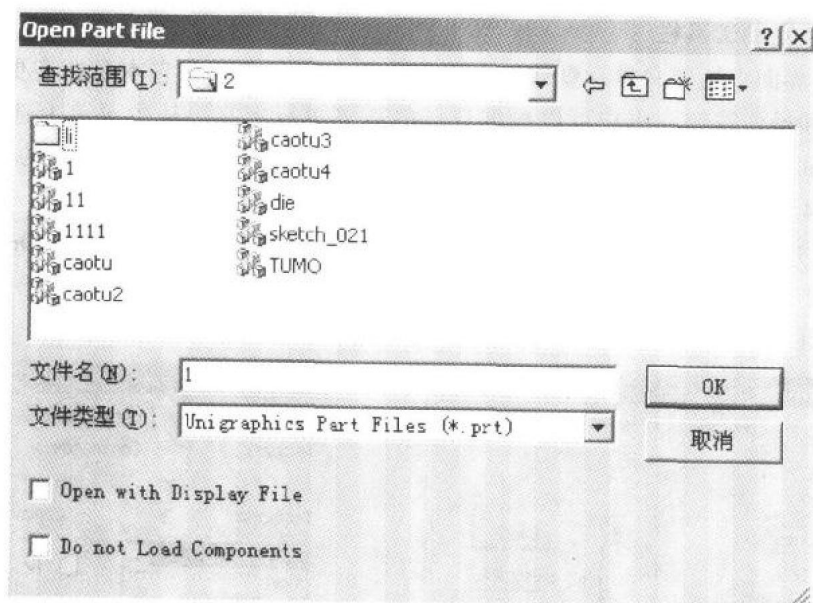

图 1-6 文件打开对话框
1) 从主菜单上选择 File→Open, 或直接点击图标, 弹出如图 1-6 所示的打开文件对话框。